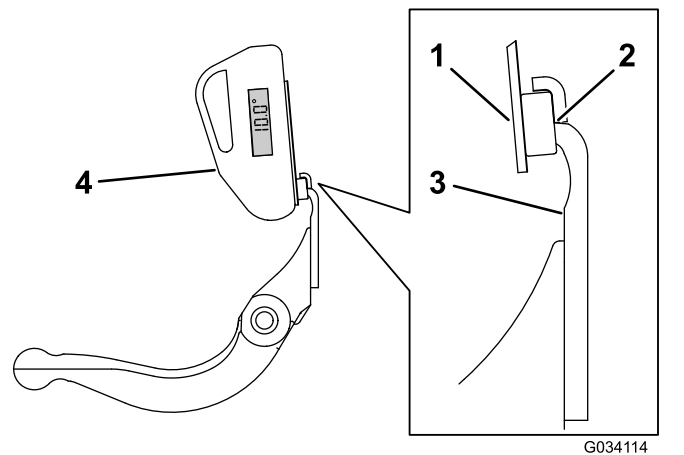

図 28
- 傾斜計のマウントをベッドナイフのエッジに合わせ、マグネットのエッジとベッドナイフのエッジを密着させる 図 28。
- 図 28 に示すように、マウントの上に傾斜計を置く。